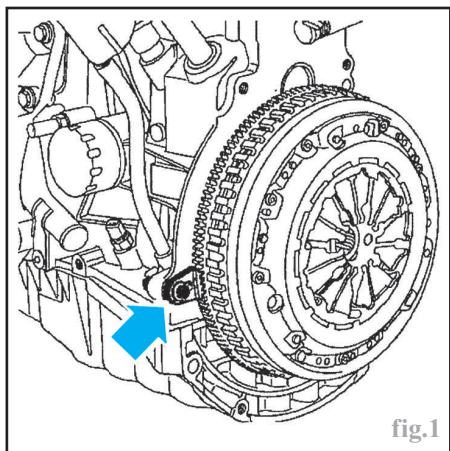

fig.1
- Immobiliser le volant moteur à l'aide du secteur d'arrêt outil **Renault Mot. 582-01** (pour le K9K) ou **Mot. 1677** (pour le F9Q) (fig.1).